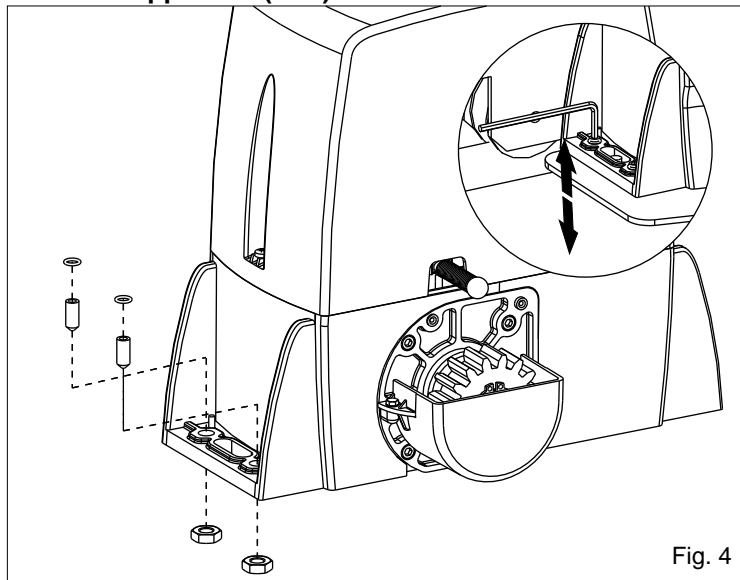

Fig. 4
**4.1.** Insérer les 4 grains dans les trous spéciaux de façon de régler l'hauteur du motoréducteur à la plaque (Fig.4).